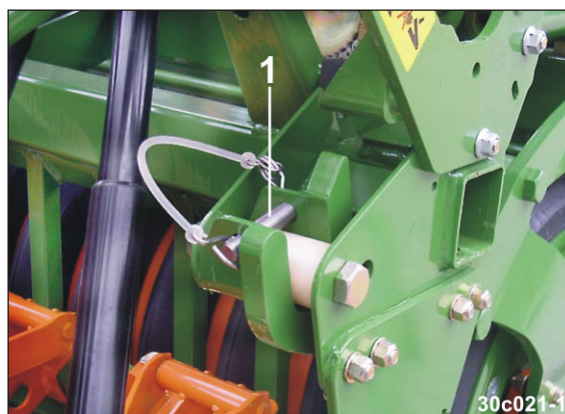

Fig. 120
12. Enlever les deux axes de blocage des crochets d'arrêt (Fig. 120/1).